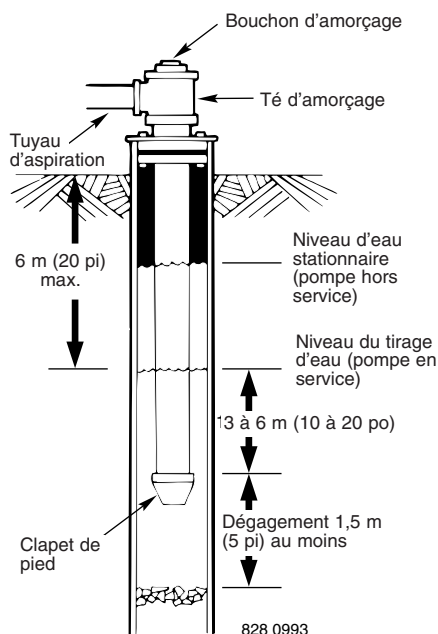

Figure 1: Installation de puits cuvelé/creusé
- 5 ° Avec un clapet de pied, il est conseillé d'utiliser pour l'amorçage une connexion en té et un bouchon. (Fig. 1)
REMARQUE : Pour les longs chemins de câblage à l'horizontale, monter une connexion d'amorçage en té entre le clapet de retenue et la tête du puits (Fig. 1). Pour les installations par points de puisage menés, installer un clapet de retenue sur la tuyauterie. Vérifier si la flèche indiquant le flux du débit sur le clapet de retenue est orientée en direction de la pompe.